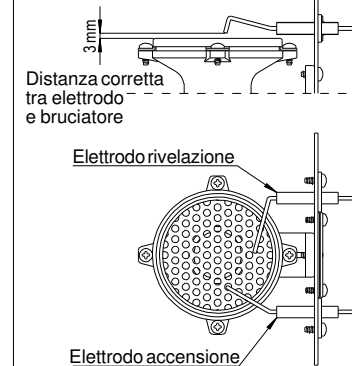

Fig. 29
spetto al bruciatore deve corrispondere a quanto indicato nella *fig. 29*. Rimontare la piastra portabrucciatore facendo attenzione che la relativa guarnizione sia riposizionata correttamente. Fissare la piastra con le 6 viti tolte in precedenza
- Verificare il fissaggio dell'elettrodo ed eventuali deformazioni. Rispettare quanto indicato nella fig. 29.
posizioni indicate nella fig. 29.